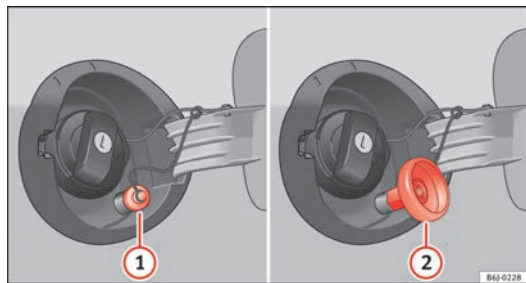

Fig. 120 Bouchon du réservoir ouvert avec goulot de remplissage de GPL et adaptateur.
- Dévissez le bouchon du goulot de remplissage de gaz ⇒ fig. 120 ①.
- Vissez l'adaptateur nécessaire ⇒ fig. 120 ② dans le goulot de remplissage de gaz ①.
- Dévissez l'adaptateur ⇒ fig. 120 ②.
- Vissez le bouchon du goulot de remplissage de gaz ⇒ fig. 120 **1**.